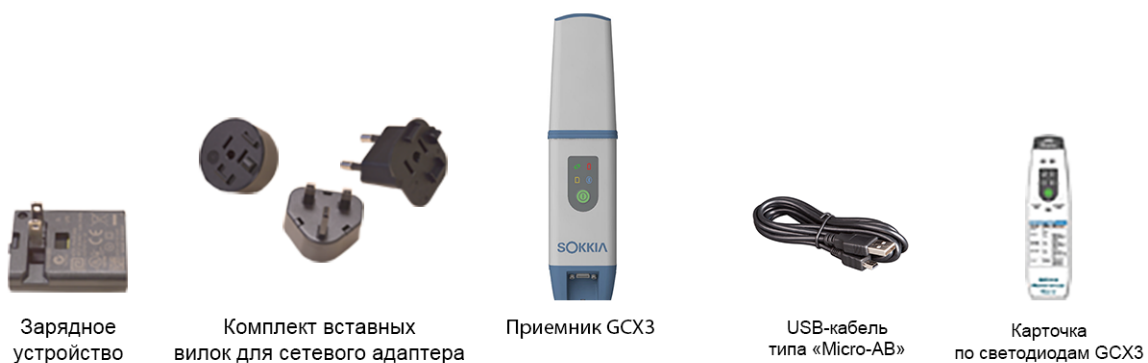

Рисунок 2: Компоненты системы
- Компоненты приемника показаны на Рисунок 2.
Элементы, показанные на Рисунок 2, входят в комплект поставки приемника.